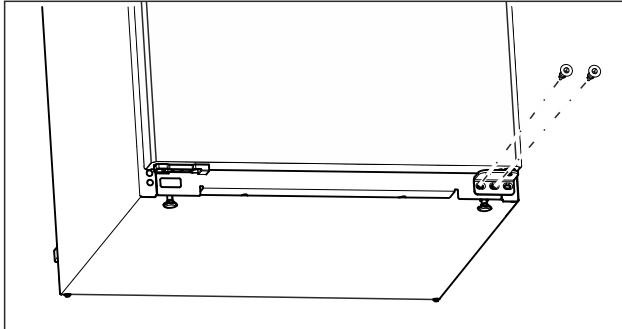

Fig. 7
- ▶ Desatornillar el tornillo central en el soporte del cojinete inferior con un destornillador Torx 20. (consulte Fig. 7)
- ▶ Desatornillar el tornillo interior en el soporte del cojinete inferior con un destornillador Torx 20. (consulte Fig. 7)